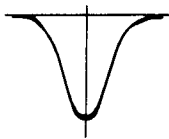

Fig. 13
**Note 7:** If the signal from the sweep generator is weak, adjust so that the waveform becomes maximum and symmetrical as shown in Fig. 13.
**Remarque 7 :** Si le signal provenant du générateur de balayage est faible, réglez de sorte que la forme d'onde devienne maximale et symétrique comme indiqué en figure 13.